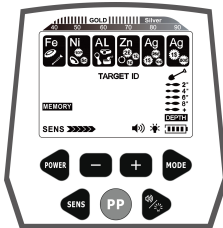

Fig.11
a. Pulse de nuevo el botón MODE, y el cursor MEMORY se ilumina. Y el cursor de discriminación de objetivo se ilumina. (Ver Fig.11)
- e. Si desea buscar otros metales materiales, pulse de nuevo el botón "MODE". El cursor MEMORY sigue iluminado, y sigue mostrando lo mismo que en la Fig.11. A continuación, repita la operación anterior.
- f. Para salir del modo MEMORY, pulse el botón MODE, haciendo que el detector vuelva al estado de la Fig.11. A continuación, pulse de nuevo el botón MODE, para salir del modo MEMORY, y entrar en el siguiente modo de funcionamiento.